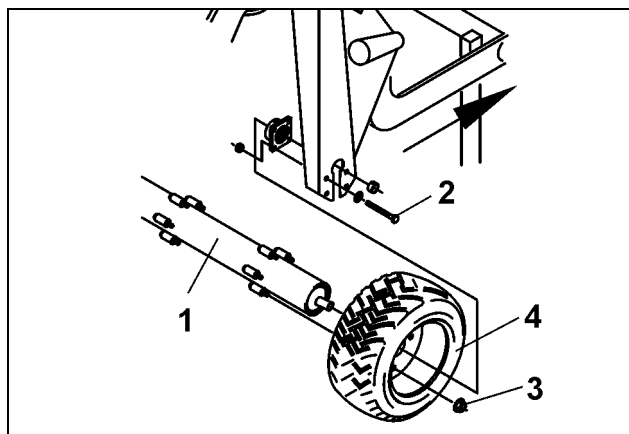

Fig. 106
- Jordpakkeren sikres med kiler, hvorefter jordpakkeren (Fig. 106/1) afmonteres. Hertil fjernes boltene (Fig. 106/2) i begge sider.
- **Stålmøtrikkerne** (Fig. 106/3) fjernes og dækket (Fig. 106/4) kan fjernes fra jordpakkeren.